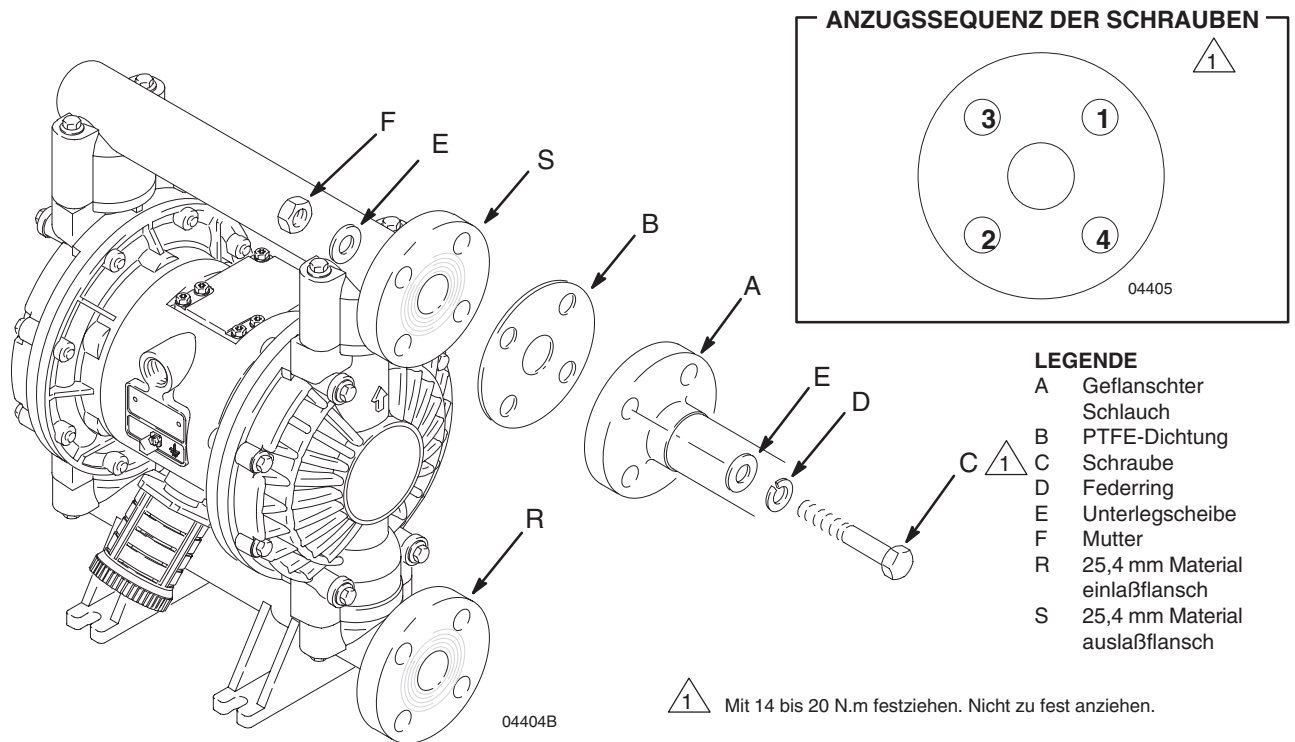

Abb. 3
1. An jede Schraube einen Federring und eine Unterlegscheibe anbringen. Siehe Abb. 3.
4. Die Muttern mit einem Schlüssel festhalten. Siehe Anzugssequenz in Abb. 3. Die Schrauben mit einem Drehmoment von 14–20 N.m. anziehen. **Das Drehmoment nicht überschreiten.**